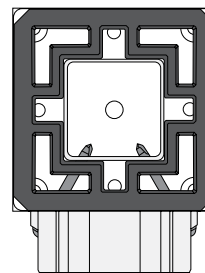

Figure 7
- 11.) Regardez du haut du poteau pour vous assurer que les vis pénètrent bien dans le poteau d'acier (Figure 7).